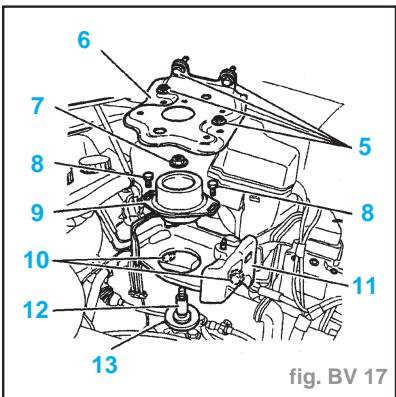

fig. BV 17
- Déposer (fig. BV. 17) :
- les fixations (5)
- le support bac batterie (6)
- l'écrou d'axe de boîte (7) et sa rondelle
- les vis de cales (8)
- la cale élastique de boîte de vitesses (9)
- les vis (10)
- le support d'axe de boîte de vitesses (11)
- l'entretoise (12)
- l'axe de boîte (13) et sa rondelle à l'aide de l'outil [5] (-.0317-AB)
- Reposer les vis de fixation supérieures (31).
- Reposer l'axe de boîte (13) et sa rondelle, à l'aide de l'outil [5] (-).0317-AB (fig. BV. 17).
- Serrer l'axe (13) à **5 daN.m**.
- les vis (10), serrage à **6 daN.m**
- les vis de cale (8) (sans serrer)